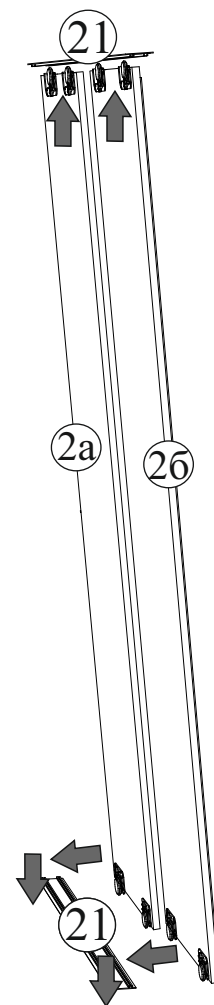

Рис.13
15. И последнее - это установка ручек в отверстия на дверях-купе, поклейка самоклеющегося щегеля на торец двери со стороны ручки и установка готовых дверей в шкаф (рис.13). После установки двери отрегулировать по боковинам шкафа с помощью регулировочных винтов на нижних роликах.